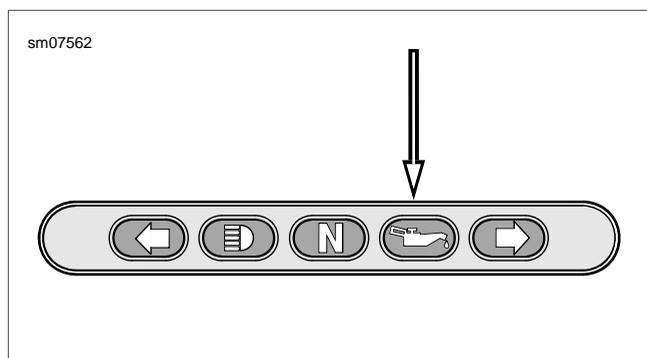

Figure 1-8. Voyant de pression d'huile
3. Voir Figure 1-8. Démarrer le moteur. Vérifier que le voyant de pression d'huile s'éteint lorsque le moteur tourne à 1 000 tr/min ou plus. Couper le moteur.